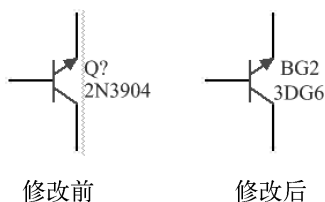

图 4-44 元件修改
16) 单击“OK”按钮，完成设置，结果如图 4-44 所示。